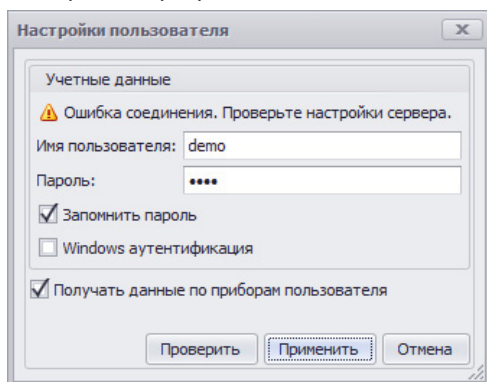

Рис.65. Ошибка соединения с сервером.
- Если не удастся подключиться к серверу – заданы неверные настройки сервера, не удастся установить связь с сервером, то появится сообщение «Ошибка соединения. Проверьте настройки сервера» (**Рис.65**).